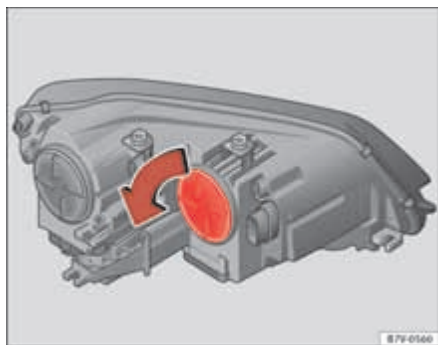

Abb. 202 Im Motorraum:
3.	Abdeckung ⇒ Abb. 202 in Pfeilrichtung drehen und abziehen.
8.	Abdeckung ⇒ Abb. 202 entgegen der Pfeilrichtung bis zum Anschlag drehen.